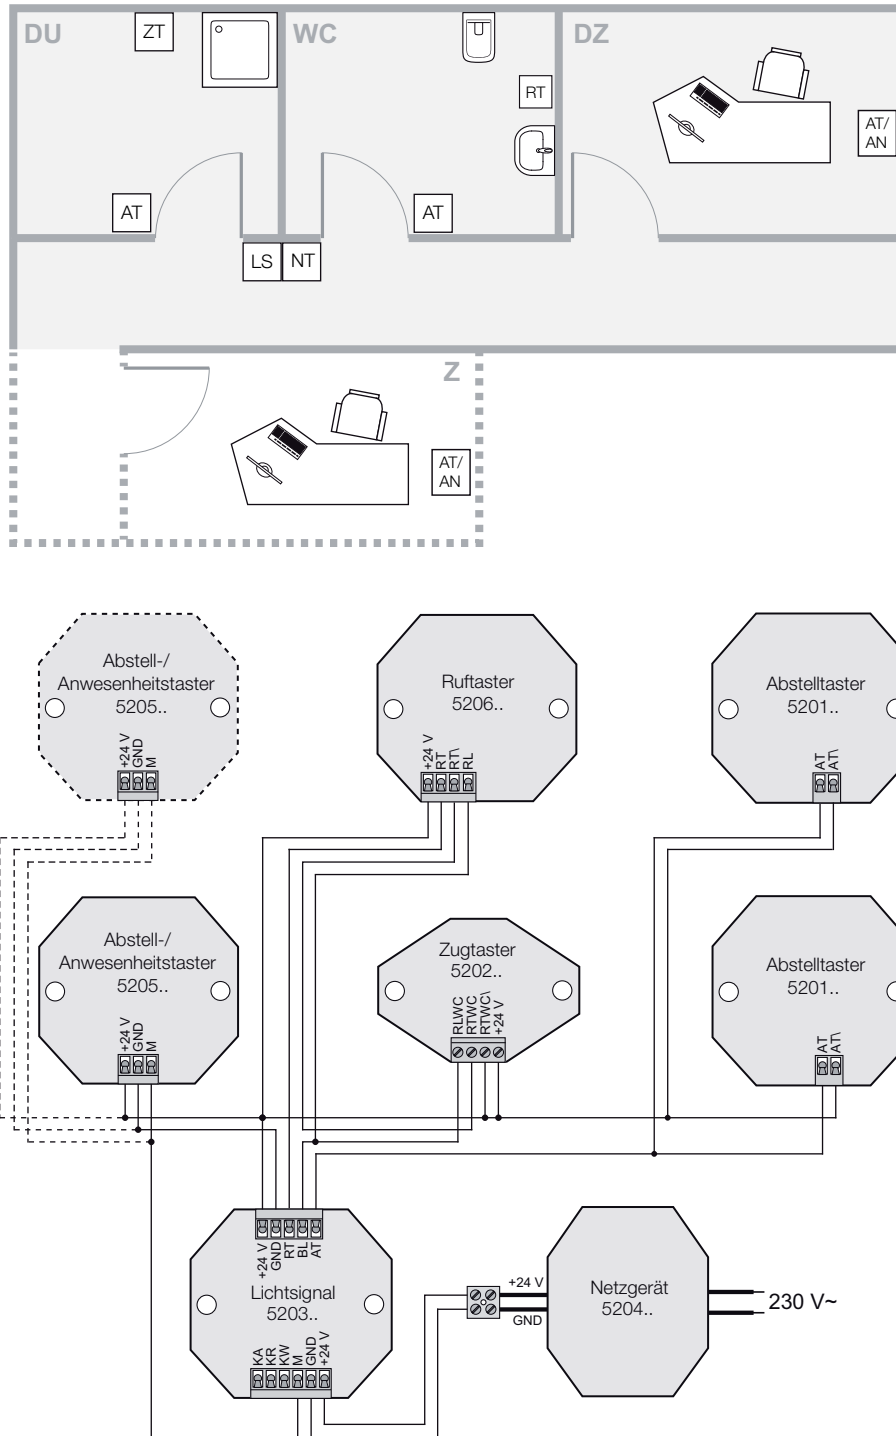

Bild 8: Installation mit zusätzlichem Ruf-, Abstelltaster und Rufweiterleitung ins Dienstzimmer
- Ergänzungsgeräte gemäß Verdrahtungsplan anschließen (Bild 8). Mehrere Zug-/Ruftaster werden in Reihe, mehrere Abstelltaster parallel verdrahtet.
- Einen oder mehrere (Bild 8, gestrichelt dargestellt) Abstell-/Anwesenheitstaster gemäß Verdrahtungsplan anschließen.